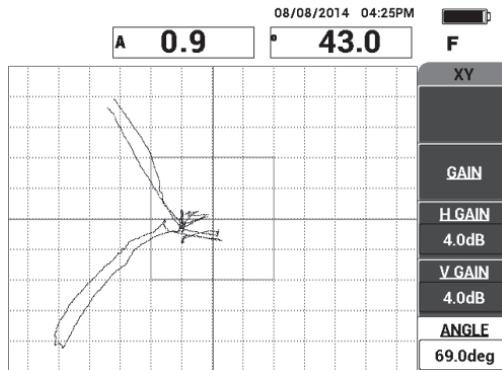

Abbildung 6-8 Einstellen des Signalwinkels der Ablösung
4. Im Hauptmenü drücken Sie auf **WINKEL** (Funktionstaste E) und stellen Sie den Signalwinkel so ein, dass die entfernt liegend Ablösung sich verringert und die nah liegende Ablösung sich erhöht (siehe Abbildung 6-8 auf Seite 140).